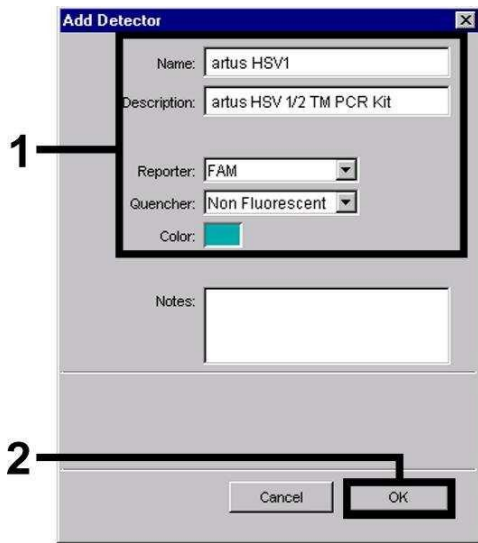
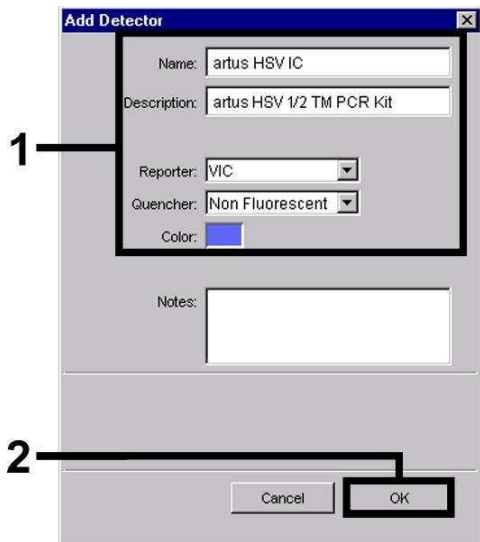
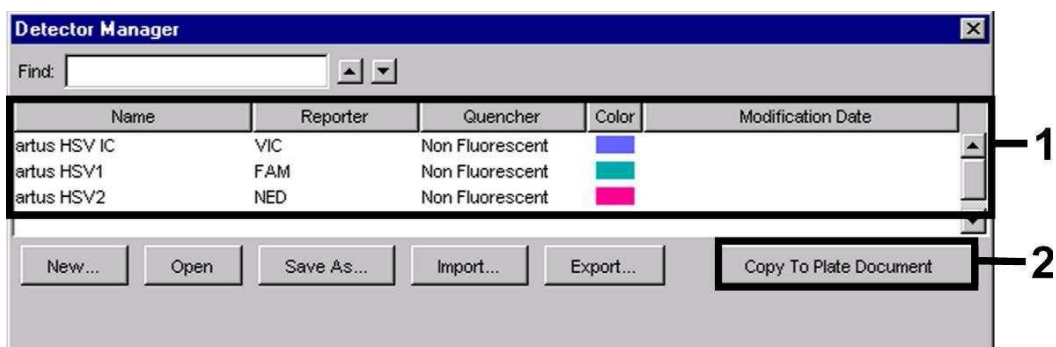

Abb. 12: Erstellung des HSV-1-spezifischen Detektors (*Detector Manager*).
Abb. 14: Erstellung des IC-spezifischen Detektors (*Detector Manager*) für HSV-1/HSV-2.
Abb. 15: Auswahl der Detektoren (*Detector Manager*).
In dem nun erscheinenden Fenster definieren Sie (entsprechend Abb. 12 - Abb. 14) zum Nachweis von HSV-1-DNA bzw. HSV-2-DNA die Reporter/Quencher-Kombination **FAM/Non Fluorescent** bzw. **NED/Non Fluorescent**, zum Nachweis der *Internen Kontrolle* wählen Sie die Kombination **VIC/Non Fluorescent** aus. Durch die Bestätigung der Eingaben (OK) kehren Sie zurück zum *Detector Manager*. Markieren Sie die soeben erstellten Detektoren und transferieren Sie jede Auswahl durch Anklicken der Option *Copy to Plate Document* zur *Setup-Ebene* (siehe Abb. 15). Schließen Sie das Fenster (*Done*).